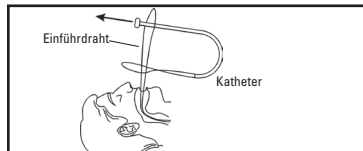

Abbildung 4
- Das Button-Ende des One Step Katheters durch die Schleife des Einführdrahts führen und den gesamten Katheter hindurchziehen (Abbildung 4).